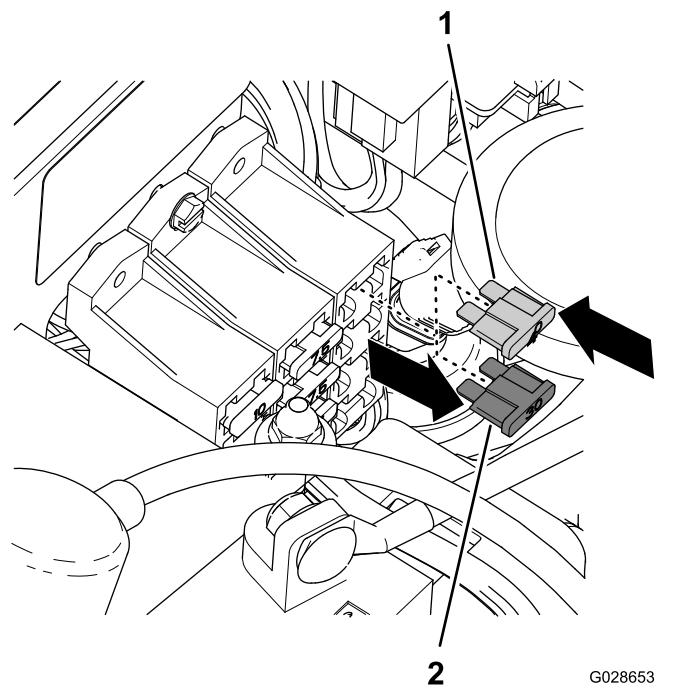

Bild 31
1. Entfernen Sie die 30-A-Sicherung aus dem Sicherungsblock (Bild 31).
2. Setzen Sie an derselben Stelle eine 40-A-Sicherung ein (Bild 31).